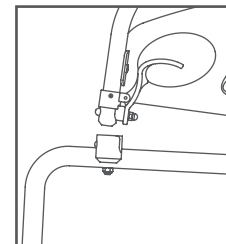

Figura 9
- Pasamanos reversible: Mantenga presionada la hebilla del pasamanos para separarla del marco, y luego levante el extremo delantero del pasamanos, como se muestra en la Figura 9.